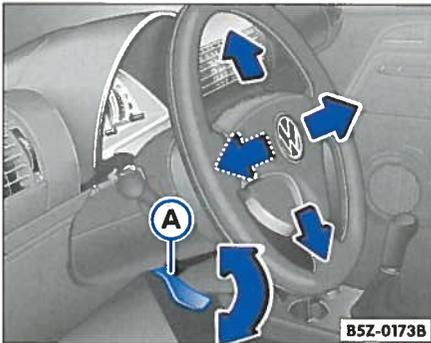

Abb. 81 Lenkradposition einstellen
- Schwenken Sie den Hebel ⇒ Abb. 81 (A) unter der Lenksäule nach unten ⇒ ⚠.